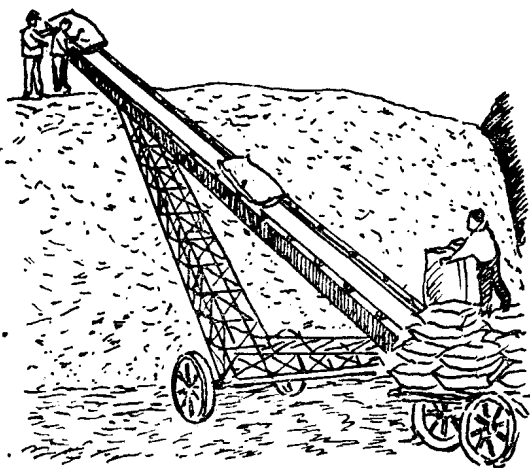

图 2-5 皮带运输机
1. 静摩擦 一个物体有沿着另一个物体表面运动的趋势时，所产生的摩擦，即运动开始前的摩擦，叫静摩擦。只有作用在物体上的外力克服了最大静摩擦力，物体才开始运动。静摩擦在生产技术上的应用是很广泛的，皮带运输机就是利用静摩擦来工作的（见图 2-5）。